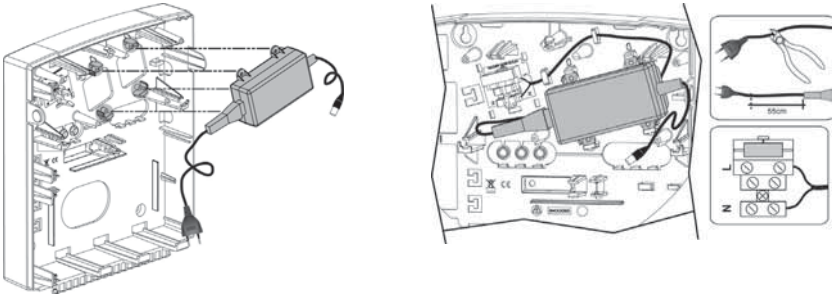

Figure 2-3 Placer l'adaptateur avec le fusible secteur
1. Le raccordement au secteur doit être permanent et le branchement doit se faire via le bloc de jonction à fusible secteur (voir la Figure 2-3 ci-dessous):